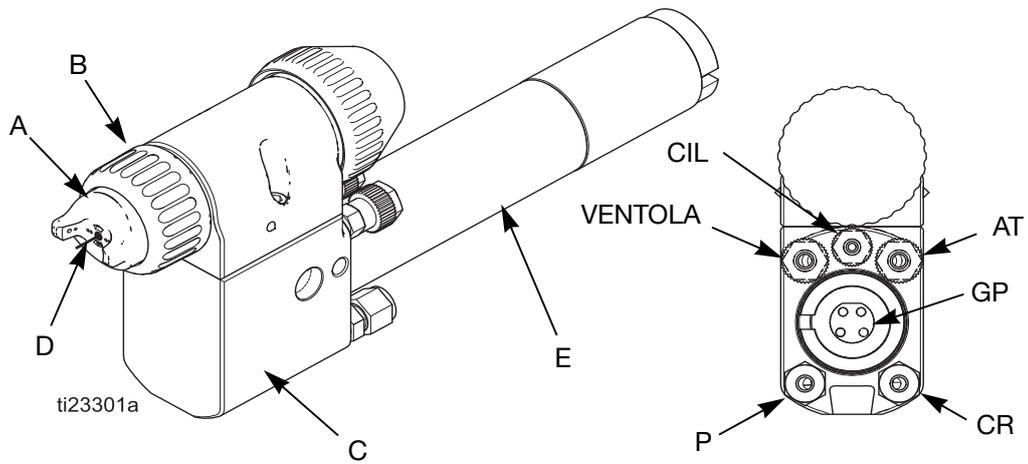

FIG. 1 Panoramica della pistola a montaggio posteriore
La pistola a spruzzatura pneumatica ed elettrostatica automatica funziona come una pistola a spruzzo pneumatica tradizionale. L'aria di atomizzazione e della ventola vengono emesse dal cappello dell'aria (A). Vedere FIG. 1, a pagina 8.
Il controller invia corrente all'alimentatore (E), il quale aumenta la tensione fino al livello impostato nel controller. La carica elettrostatica entra nel collettore (C) e viene diretta verso l'elettrodo della pistola (D). Il fluido si carica attraverso l'elettrodo della pistola a spruzzo. Il fluido caricato viene attratto all'oggetto più vicino collegato a terra, avvolgendo e ricoprendo uniformemente tutte le superfici. Vedere FIG. 1, a pagina 8.